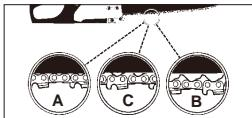

Fig. 6
FORSIKTIG: Hvis motorsagen er FOR LØS eller FOR STRAM, vil slitasjen øke på tannhjulet, skinnen, kjeden og veivaksellagrene. Studer Fig. 6 for informasjon om riktig kaldspennin (A), korrett varmuspennin (B), og som en veiledning for når sagkjeden må justeres (C).